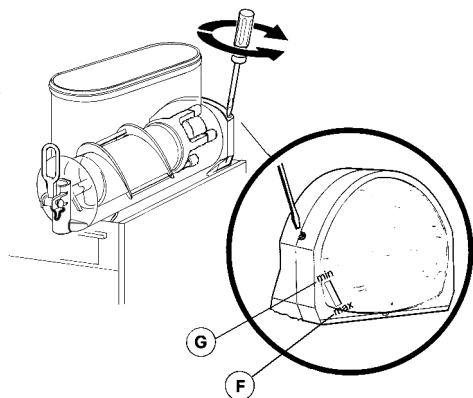

figura 4
**1 Regulación de la densidad:** la densidad óptima del granizado ha sido ya ajustada en fábrica. Si se quiere variar dicha densidad girar con un destornillador el correspondiente tornillo de ajuste situado en cada una de las paredes posteriores del distribuidor (ver figura 4):